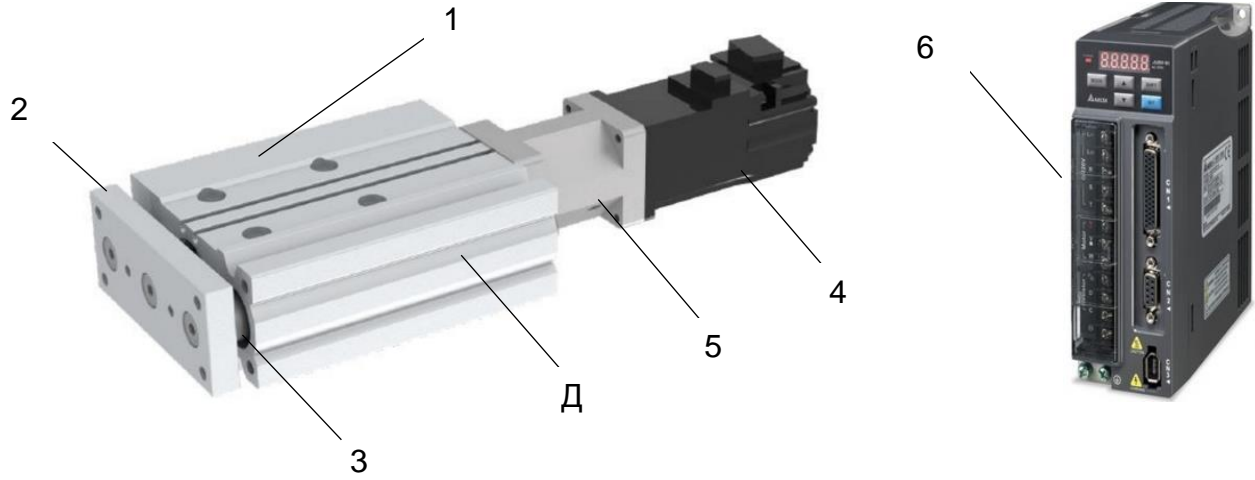

Рисунок 1 – Внешний вид и конструкция модуля
1.4.1 Принцип работы модуля заключается в перемещении штока с ШВП (поз. 2), см. рисунок 1, с помощью мотора (поз. 4), управляемого драйвером (поз. 6).